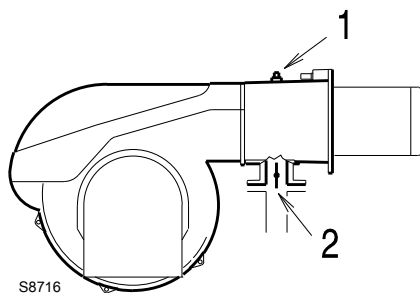

图 24
在测试点 1)(图 24) 处测量的燃气压力，其中：
压力损失 2)(图 24)，在燃气蝶阀开度最大时：90°
- 用在测试点 1)(图 24) 处测量的燃气压力减去炉膛背压。
测试点 1)(图 24) 的燃气压力 = 16.0 mbar
了解测试点 1)(图 24) 处所需燃气压力，将燃烧器以最大出力运行，然后：
- 读出右边栏 1 所示插座压力 1)(图 24)。
测试点 1)(图 24) 所需的压力。